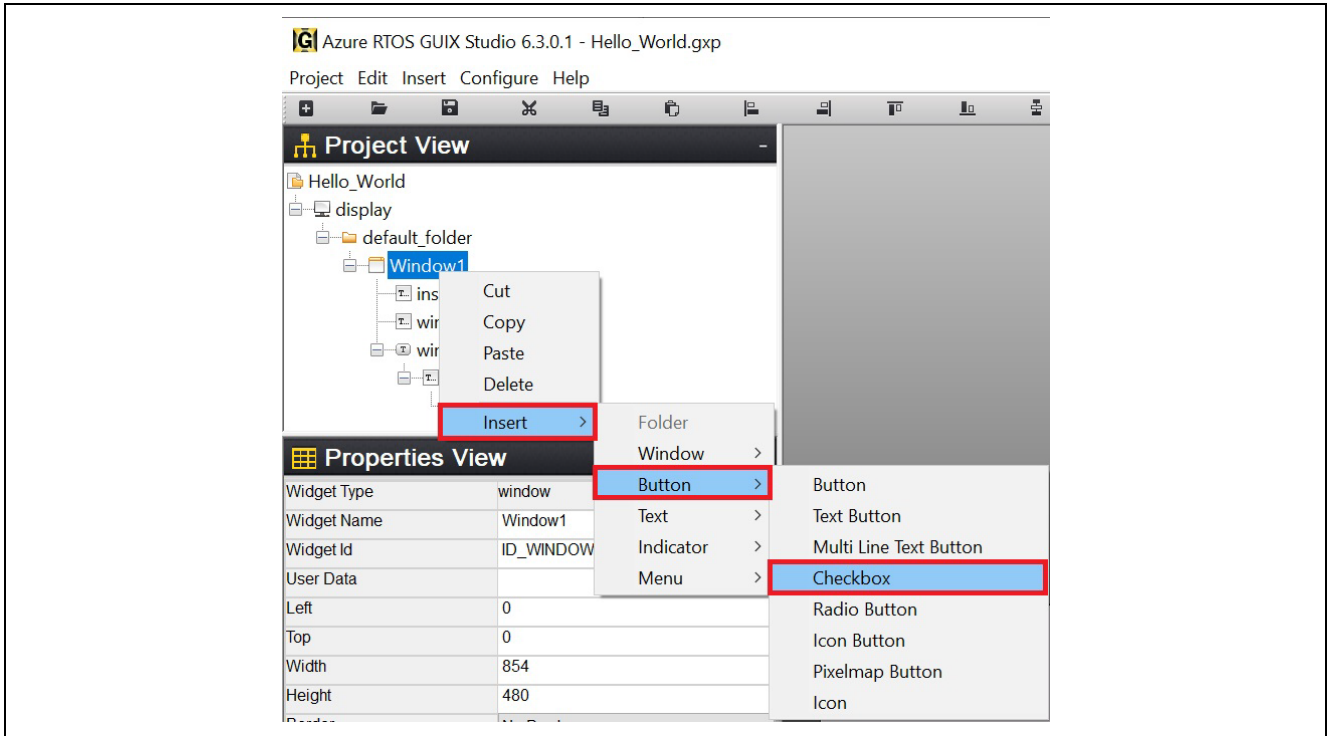

図 59. Button Checkbox の挿入
20. 図 59 のように、**Window1** を右クリックして、**Click Insert > Button > Checkbox** をクリックします。